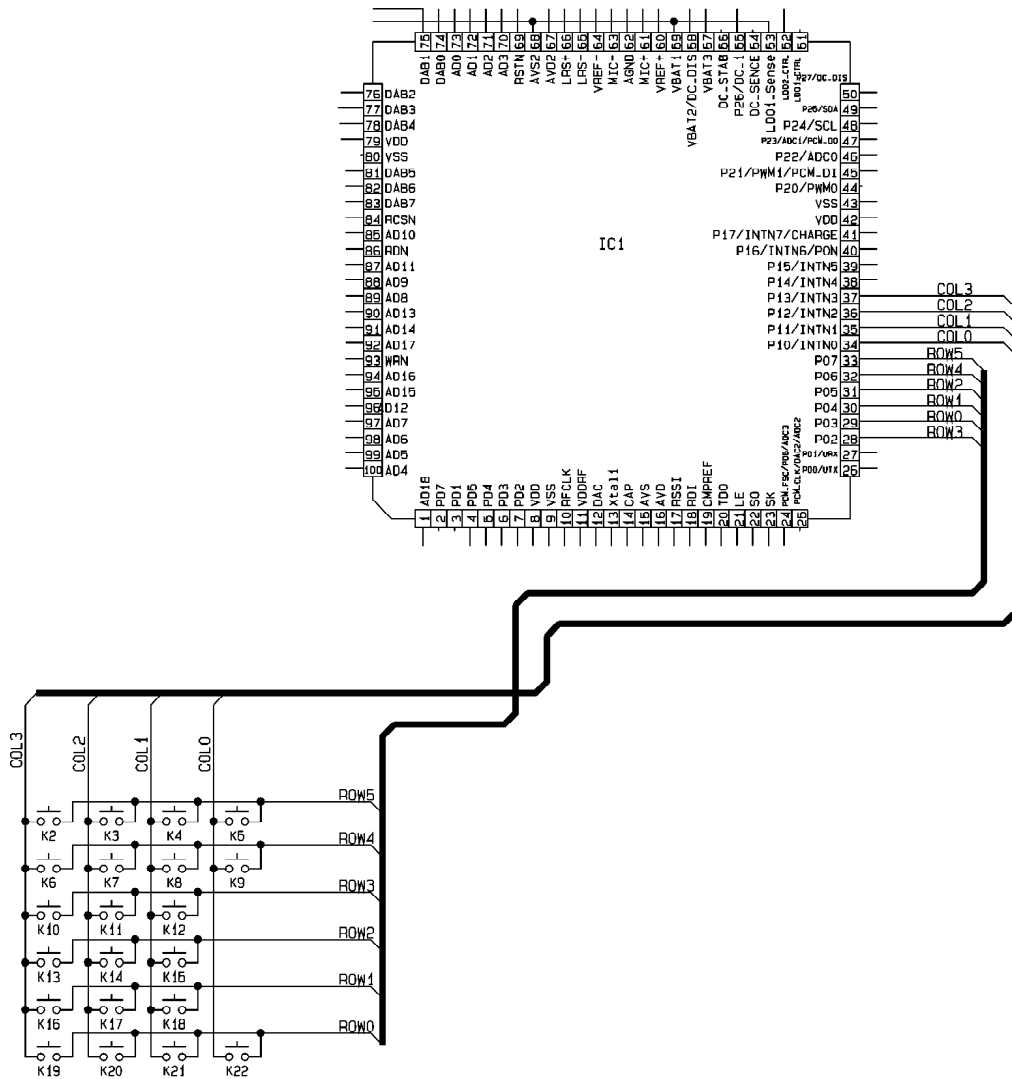

Fig. 28
9.1.6. CLOCK GENERATION (SEE Fig. 28)
9.1.7. KEYBOARD (SEE Fig. 28)